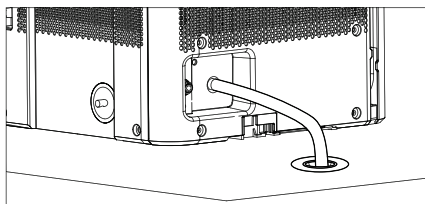
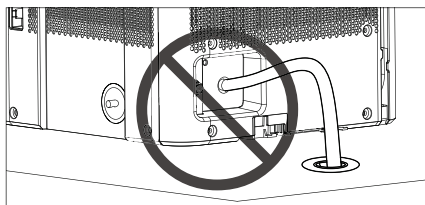

Fig. 6
Fig. 7
3. Asegúrese de que la manguera para el modo sin depósito esté inclinada hacia el drenaje (ver fig. 6) y no se eleve por encima del punto de conexión (ver fig. 7).